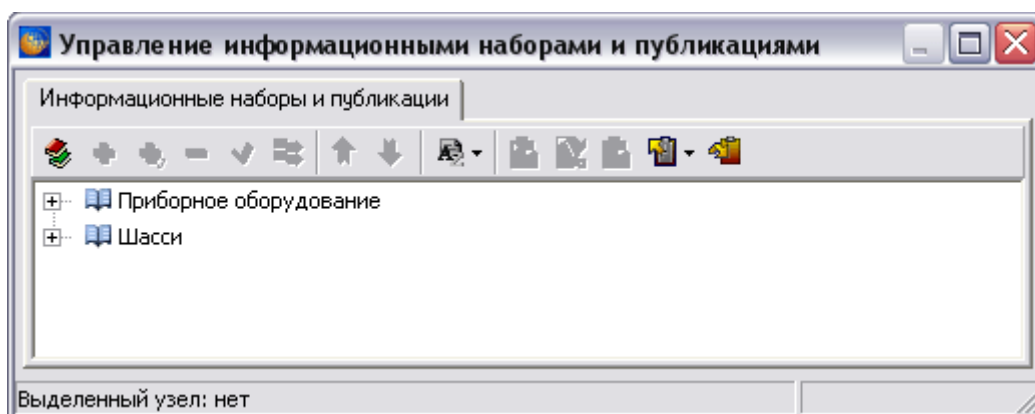

Рис. 18.53
- Нажмите на кнопку . При успешном импорте в окне **Управление информационными наборами и публикациями** появится новая группа, содержащая импортированные публикации (Рис. 18.53).